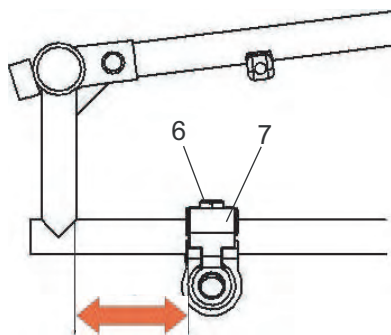

図 6. 重心位置 (バランス)
2. 左右のボルト (6) を15mmスパナで緩めてください。
3. ホイールアタッチメント (7) の位置は水平のフレーム管に沿って前後に動かせます。左右同じにしてください。左右均等かどうか確認するために、垂直なフレーム管の前部分とホイールアタッチメントの後ろ部分の間の距離 (図6参照) を測ります。
4. ホイールアタッチメントを締めます。左右のボルト (6) を12Nm~14Nmのトルクで締めてください。